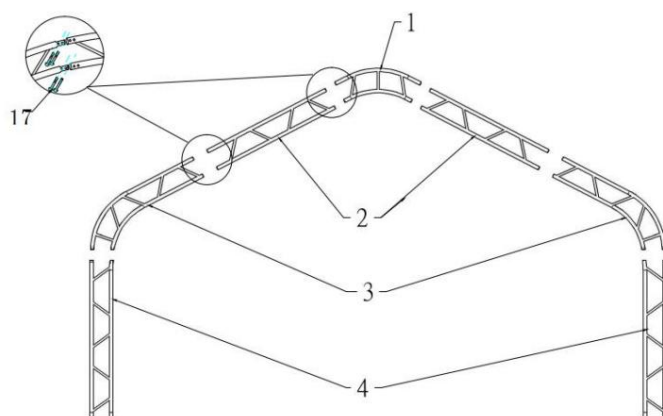

Figure 5
2. La figure 5 montre comment connecter le tube plié de toit (n° 1), le tube plié de paroi latérale (n° 2), le tube plié d'épaule (n° 3) et
Pied debout (n° 4) avec boulon 8x60 (n° 17), puis placez l'arche dans le tube de la bride de base à l'aide d'un palan et assemblez. chaque groupe s'incline à tour de rôle (voir figure 5)